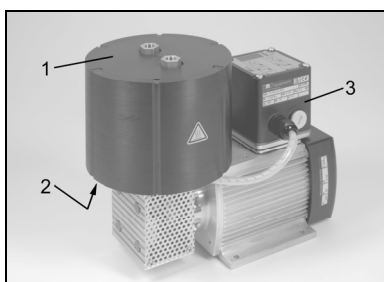

Abb. 2: Erläuterung wichtiger Elemente am Beispiel N 012 ST.26 E
1. Elektronikgehäuse bzw. Klemmkastendeckel (siehe Abb. 2) abnehmen; dazu die vier Schrauben lösen.